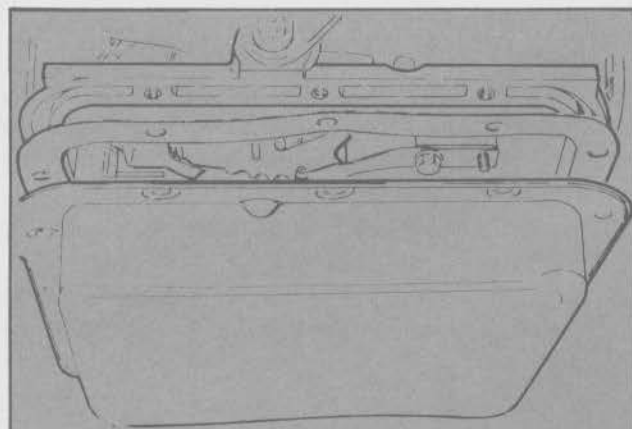

Fig. 124 - Montaje del cárter de la transmisión
- Instalar el cárter de aceite de la transmisión con una junta nueva. Ajustar los tornillos de retención al torque especificado, en dos etapas (Fig. 124).